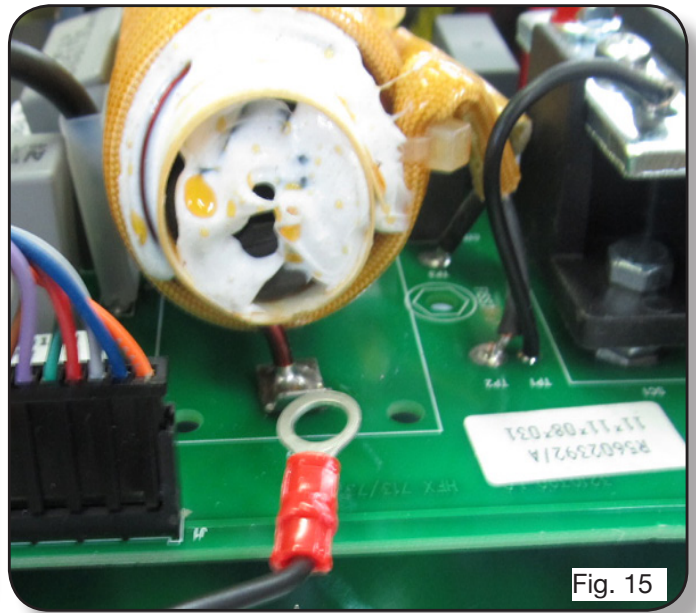

Fig. 15
- Enchufar el terminal corvado M5 presente en el extremo del cable negro de la conexión 4 al conector de tornillo J9 de la tarjeta 5602392. Nota: Cuando utilice la tarjeta 5602392 el conector de tornillo J9 no está presente. Para realizar una conexión para conectarlo, estañar el terminal M5 en el conector FASTON macho 0.8x6.3 como se muestra en la fig. 15